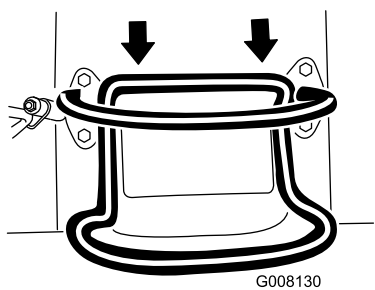

Figure 8
- Pour vous déplacer en marche arrière, tirez la commande de déplacement en arrière (Figure 8). **Regardez derrière vous lorsque vous faites marche arrière et gardez toujours les mains sur la barre de référence.**